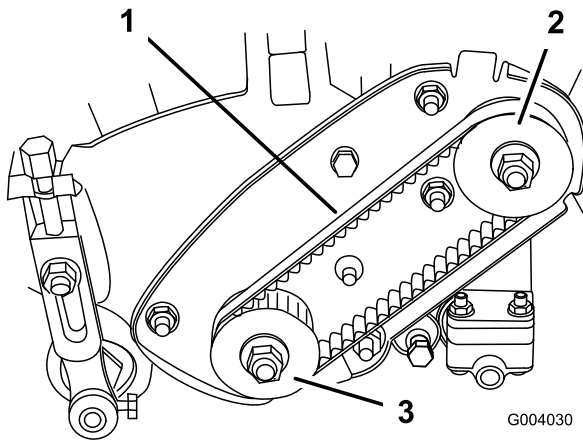

Bild 33
2. Prüfen Sie die Spannung des Riemens (Bild 33). Wenden Sie eine Kraft von $2 \pm 0,5$ kg in der Mitte der Scheiben an. Der Riemen muss sich 6 mm durchbiegen lassen. Machen Sie bei einem falschen Durchbiegungswert mit dem nächsten Schritt weiter.